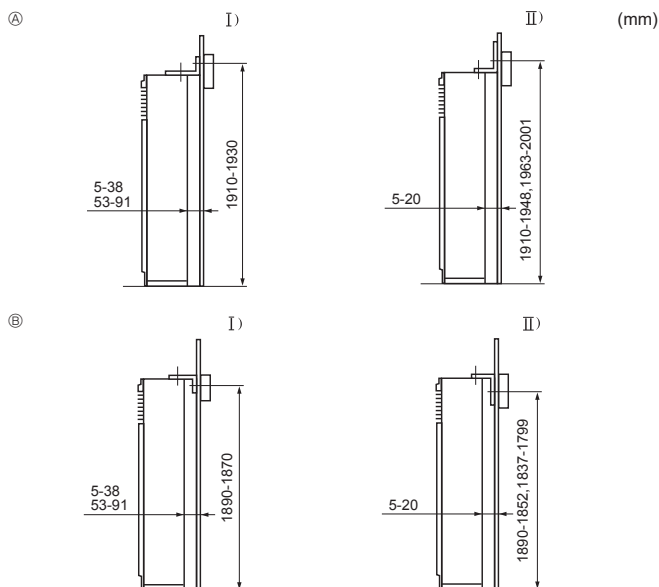

Fig. 3-3
- ① Applique anti-bascule
L'applique anti-bascule ① est installée sur la surface supérieure de l'appareil. Enlever les vis à tôle ② puis réinstaller l'applique, en suivant les indications de l'illustration. Pour obtenir les distances correctes d'installation, se reporter à la Fig. 3-3.
- Ⓝ Enlever la vis ② puis tirer la grille vers l'avant pour l'enlever.
3.3. Installation de l'applique anti-basculé (Fig. 3-3)